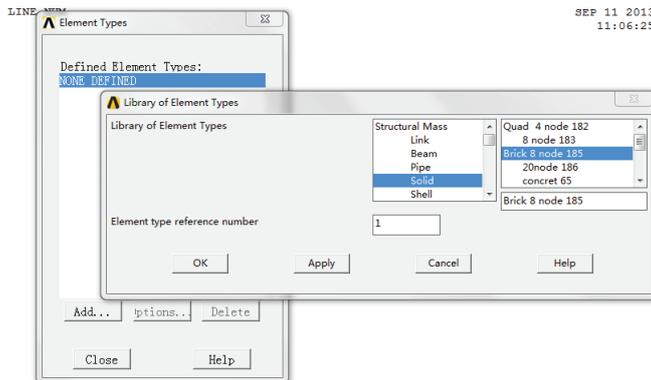

图 5-87 单元类型定义
(4) 选择【Main Menu】/【Preprocessor】/【Element Type】/【Add/Edit/Delete】命令，弹出如图 5-87 所示的【Element Type】单元类型对话框，单击  按钮，弹出【Library of Element Types】单元类型库对话框，选择“Structural Solid”中的“Brick 8node 185”单元，单元类型参考号使用缺省的“1”。单击  按钮，单击单元类型对话框的  按钮。